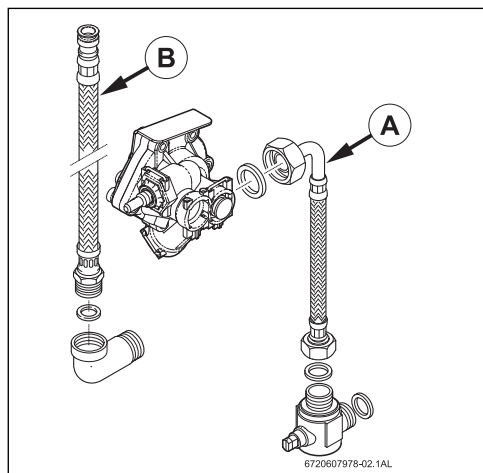

Fig. 3 Raccordement d'eau
- ▶ Identifier le tuyau d'eau froide (Fig. 3, élément [A]) et le tuyau d'eau chaude (Fig. 3, élément [B]), afin d'éviter l'éventualité d'une fausse connexion.